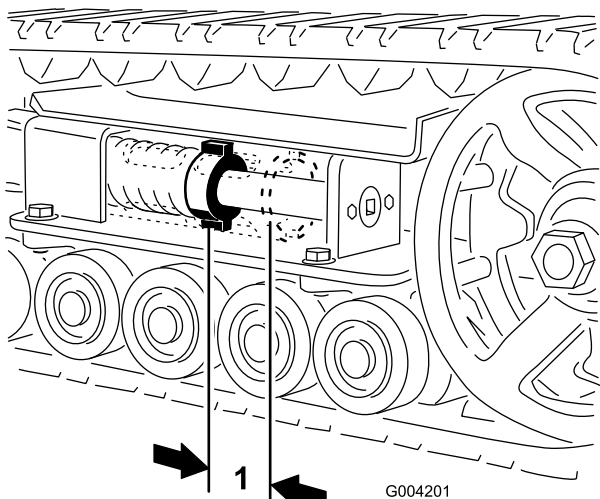

Figura 44
Deve essere presente uno spazio di 7 cm tra il dado di tensione e la parte posteriore del tubo di tensione (Figura 44). In caso contrario, regolare la tensione dei cingoli eseguendo la procedura di seguito riportata:
4. Utilizzando una chiave a bussola da 1/2 poll., ruotate la vite di tensione in senso antiorario, fino a quando la distanza tra il dado di tensione e la parte posteriore del tubo di tensione (Figura 44) non è pari a 7 cm.
11. Ruotate la vite di tensione in senso antiorario, fino a quando la distanza tra il dado di tensione e la parte posteriore del tubo di tensione (Figura 44) non è pari a 7 cm.
17. Ruotate la vite di tensione in senso antiorario, fino a quando la distanza tra il dado di tensione e la parte posteriore del tubo di tensione (Figura 44) non è pari a 7 cm.